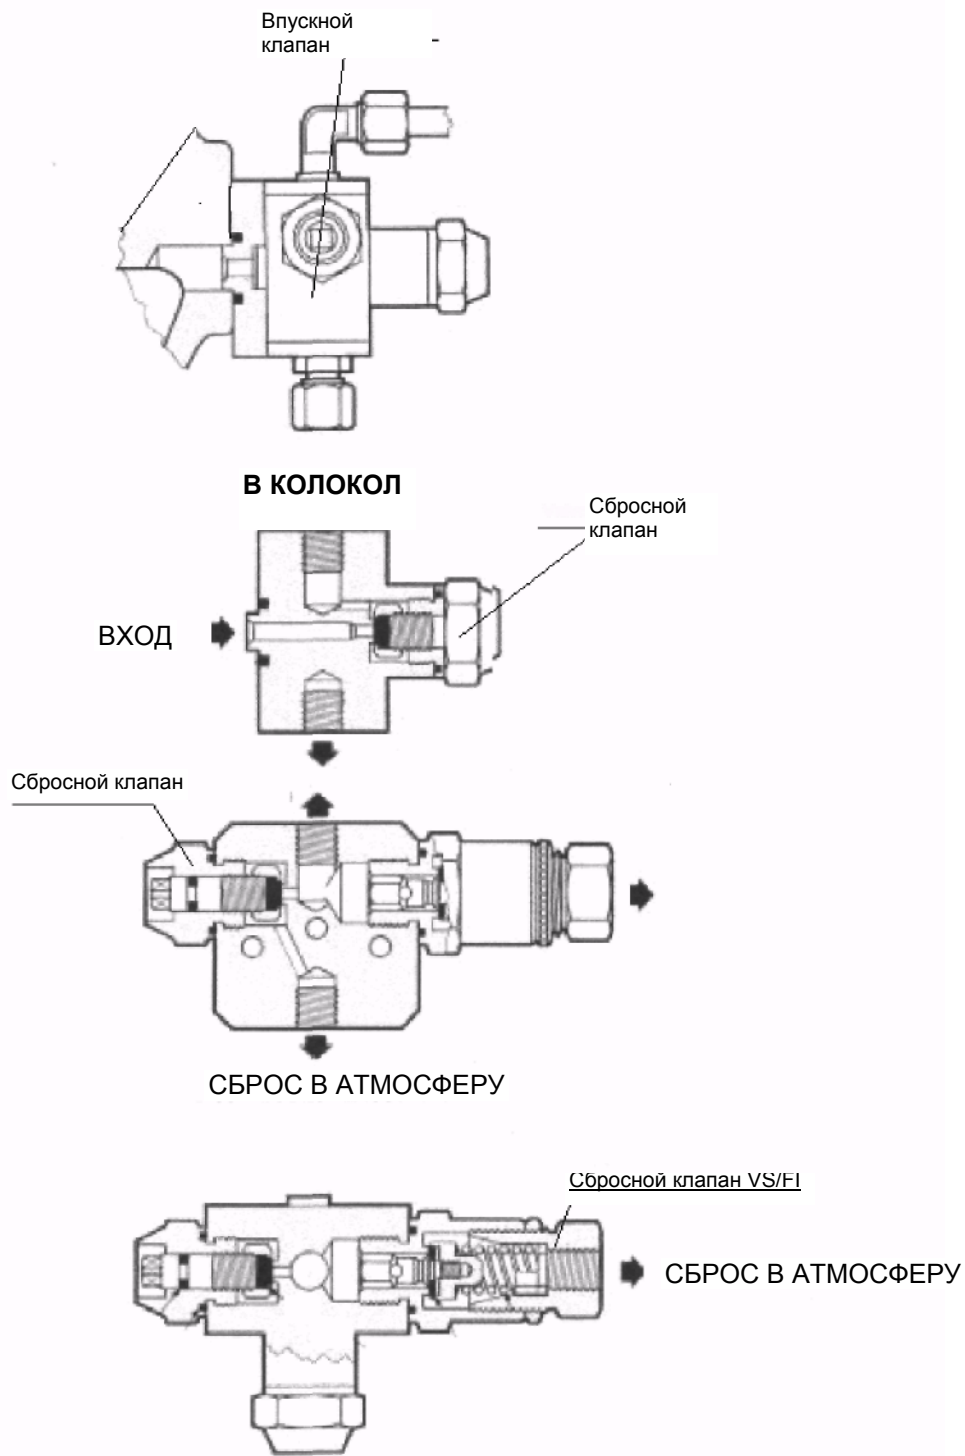

Рисунок 6
- Медленно открыть запорный кран, расположенный на входе регулятора, чтобы обеспечить небольшой расход газа через сбросной клапан, расположенный на выходе регулятора. Регулятор, который с момента с момента первой нагрузки давлением находится в положении открытия из-за воздействия только веса подвижной группы, старается закрыться, поскольку имеет место начальный объем газа от седла (4), который нагружает давлением выходную часть и, следовательно, камеру (5).
- После завершения первой фазы можно медленно открыть впускной клапан (8), который подает газ в камеру (3). Таким образом достигается равновесие между усилиями, которые воздействуют на подвижную группу, и когда это равновесие побеждается, запорная часть открывается, пропуская проход газа по направлению выхода; равновесия снова восстанавливается через отбор импульса, который соединяет камеру (5) с выходным трубопроводом.
Возможные корректировки настройки могут осуществляться путем подачи газа в статическую камеру через клапан (8) для увеличения значения настройки, либо сброса через клапан (10) для уменьшения значения настройки (смотри рисунок 6).
Как камера (3), так и камера (5) защищены от возможных сверхдавлений одним регулируемым сбросным клапаном каждая (клапан VF/SI) (vedi рисунок 6), уже установленными на заводе.